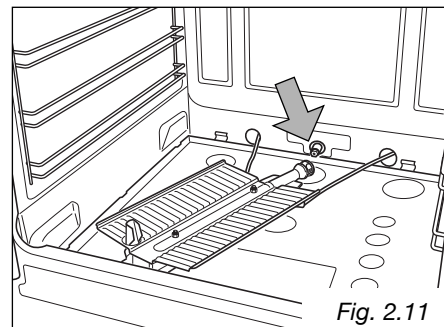

Fig. 2.11
- Enlevez le brûleur tel qu'indiqué à la figure 2.11 et déposez-le à l'intérieur du four. Faites attention de ne pas endommager le fil qui mène à l'électrode d'allumage et à la sonde de la soupape de sécurité.
- En vous servant d'une clef polygonale de 7 mm, dévissez l'injecteur (indiqué par la flèche dans la figure 2.11) et remplacez-le par l'injecteur approprié, selon le type de gaz.